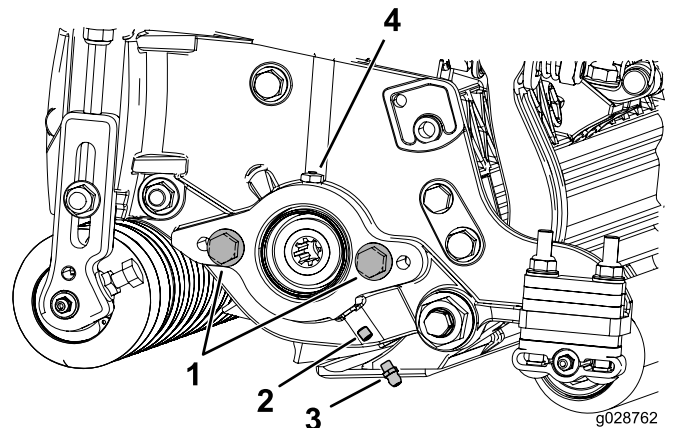

Bild 6
1. Entfernen Sie die Stellschraube an der Spindelmotor-Seitenplatte und werfen sie weg (Bild 6).
2. Bringen Sie den geraden Schmiernippel an (Bild 6).
3. Wenn die Spindelmotor-Seitenplatte keine Kopschrauben hat, befestigen Sie sie (Bild 6).
5. Montieren Sie den Spindelmotor und fetten Sie die Seitenplatte ein, bis überschüssiges Fett aus der Fettöffnung austritt (**Bild 6**).